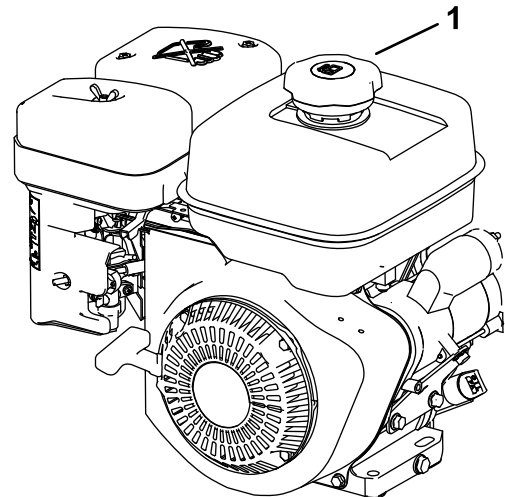

Figura 1
3. Limpie alrededor del tapón de combustible y retírelo (Figura 1).
4. Llene el depósito con combustible (Figura 1) hasta entre 6 y 13 mm desde la parte superior del depósito. **No lo llene en el cuello de llenado del depósito.**